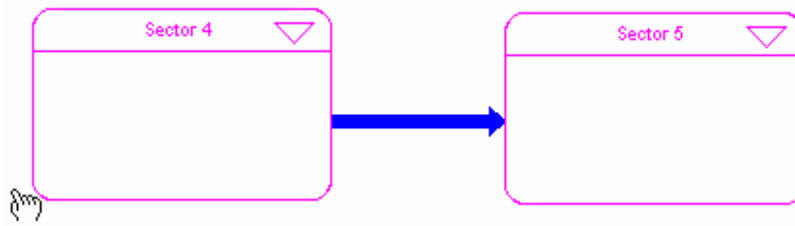

Рис.2.19
**Потоковые связи** позволяют представить материальные потоки между процессами в вашей модели (Рис.2.19). Чтобы создать потокосвязь, надо нажать на кнопку . После этого надо щелкнуть левой кнопкой мыши по тому фрейму, из которого выходит потокосвязь, и, не отпуская левой кнопки, подвести связь к нужному фрейму. Данные действия необходимо осуществлять лишь при использовании второго способа создания блок-схем на уровне интерфейса.